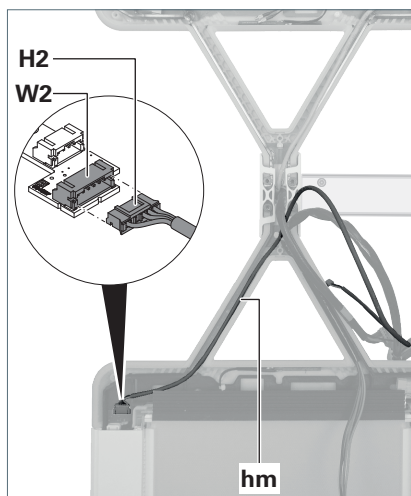

Fig. 17: Steuerleitung anschließen.
5. Legen Sie die Steuerleitung **hm** des Litzensatzes in den Tragarm des Leuchtenkopfs 2, siehe Fig. 17.